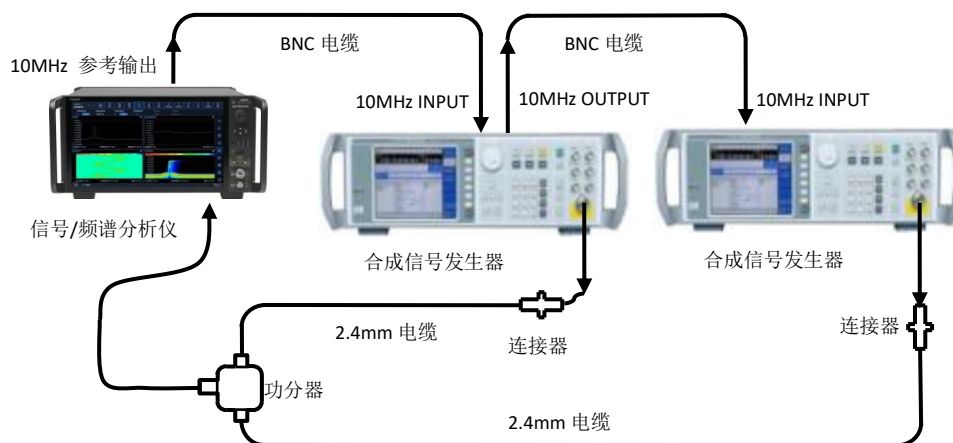

图 7.9 射频输入 1 端口频宽准确度测试示意图
1) 如图 7.9 连接仪器, 复位 4082, 设置 4082 为两台合成信号发生器提供频率参考。经过功分器合路之后接入 4082 的射频输入 1 端口。